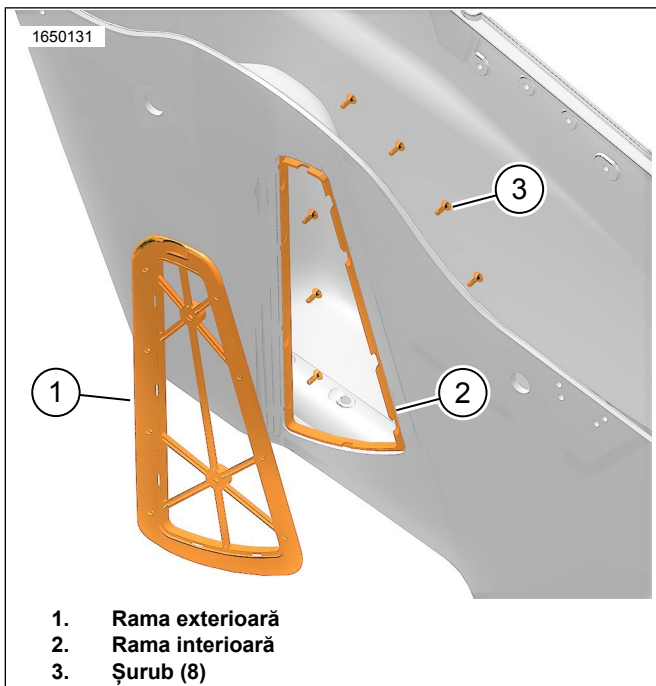
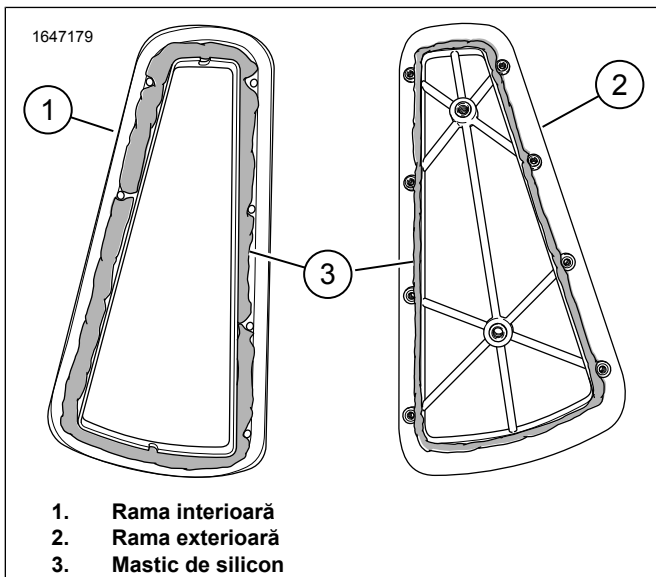

Figura 11. Testare potrivire rame
Figura 12. Rame
5. A se vedea figura 11. Probați potrivirea ramelor interioară (2) și exterioară (1) pe desagă.
- a. Montați și strângeți ușor șuruburile (8).
7. A se vedea figura 12. Aplicați mastic de silicon (3) pe ramele interioare (1) și exterioare (2).
8. A se vedea figura 11. Montați ramele interioară (2) și exterioară (1) pe desagă.
- a. Montați șuruburile (3).